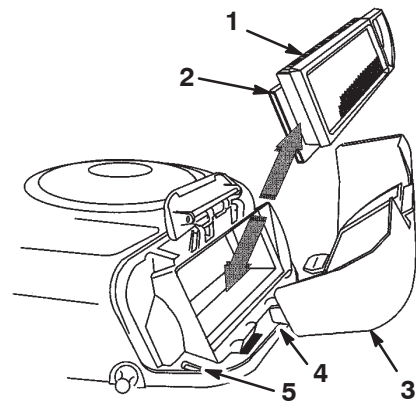

Bild 24
6. Schieben Sie den Papier- und den Schaumeinsatz vorsichtig vom Gebläsegehäuse herunter (Bild 24).
2. Fluchten Sie die Nasen des Luftfilterdeckels mit den Schlitten im Gebläsegehäuse aus (Bild 24).